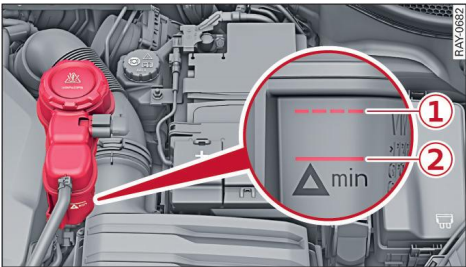

Fig. 180 Compartimento del motor: Depósito de expansión del líquido refrigerante para sistema de alto voltaje
- Compruebe el nivel del líquido refrigerante en el depósito de expansión del sistema de alto voltaje mediante las marcas exteriores ① / ② ⇒ *fig. 180*. Con el sistema frío, el nivel del líquido refrigerante debe estar entre las marcas ① / ②. Cuando el sistema está caliente, el nivel también puede estar un poco por encima de la marca superior.
- Desenrosque el tapón ⇒ *fig. 180* cuidadosamente hacia la izquierda ⇒ .
- Reponga líquido refrigerante en la proporción correcta ⇒ *pág. 321* hasta la marca superior ② ⇒ *fig. 180*.